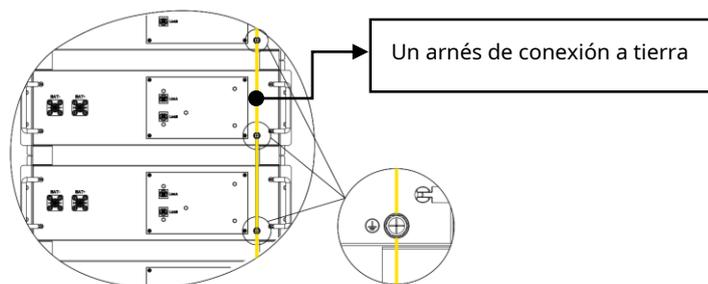

Figura 3.6 Conexión a tierra de dos cajas de baterías adyacentes en una fila
(1) Utilice un arnés de conexión a tierra (5619100041311) para conectar Puntos de protección a tierra de dos cajas de baterías adyacentes. Este tipo de arnés también se utiliza para la conexión a tierra de la caja de baterías a la caja de control (Figura 3.6).